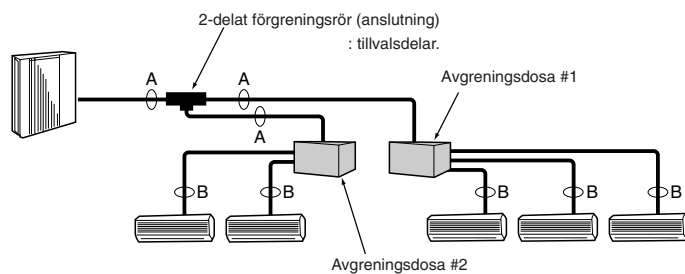

Fig. 5-2
5.4. Val av rörlängd (Fig. 5-2)